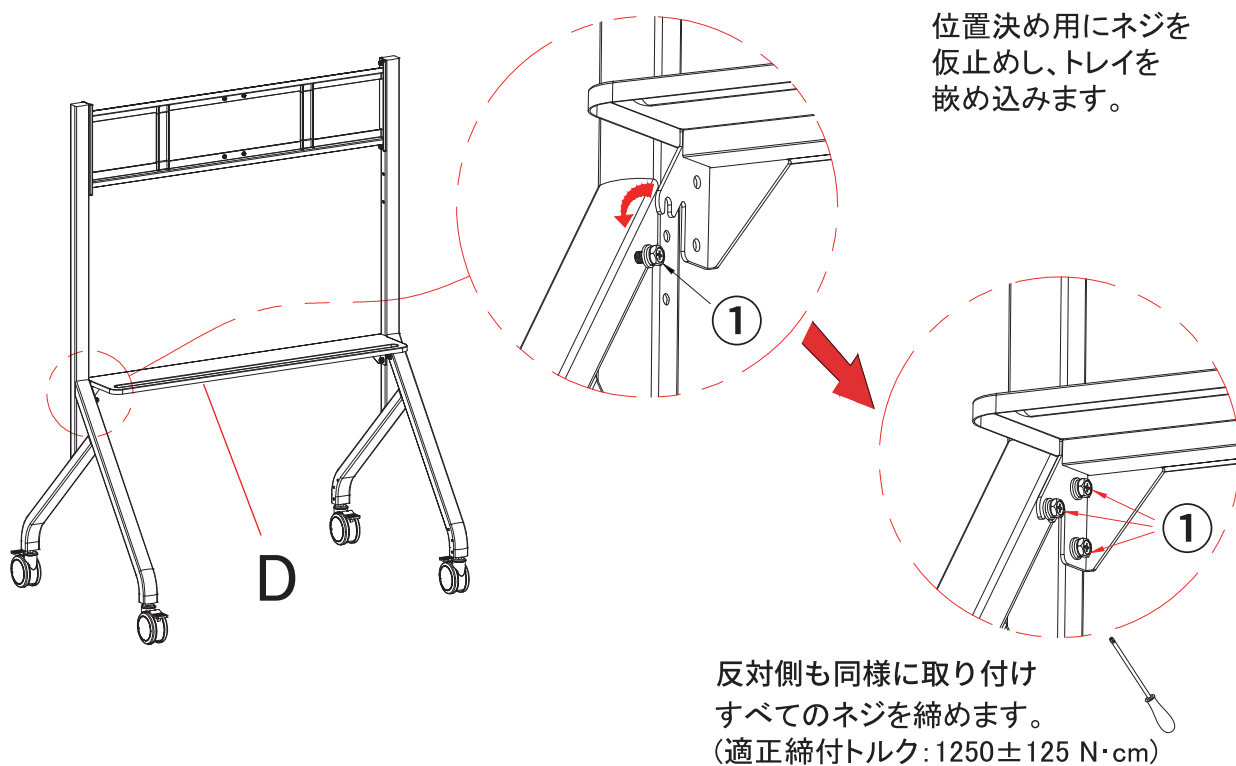

図 4
Step 4: 左右の脚の間にトレイを取り付けます。(図4)